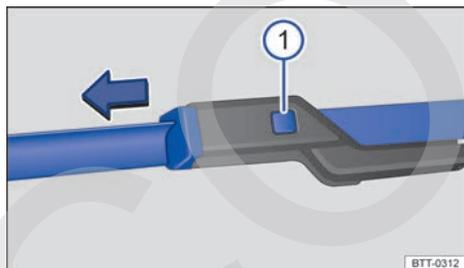

Fig. 159 En el parabrisas: cambio de las escobillas limpiaparabrisas.
- Mantenga presionada la tecla de desbloqueo → fig. 159 ⚠ y tire al mismo tiempo de la escobilla en el sentido de la flecha.